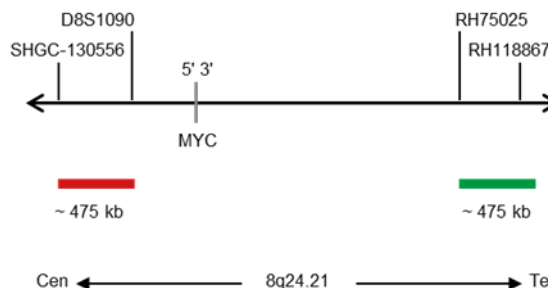

Fig. 1 : Carte de la sonde SPEC MYC (pas à l'échelle)
- Polynucléotides marqués à la digoxigénine (~0,50 ng/ $\mu$ l), qui ciblent des séquences cartographiées en 8q24.21\* (chr8:130,373,051-130,847,951) distales par rapport à la région du point de rupture MYC (voir Fig. 1).
- Polynucléotides marqués au dinitrophényle (~0,75 ng/ $\mu$ l), qui ciblent des séquences cartographiées en 8q24.21\* (chr8:127,888,765-128,363,281) proximales de la région du point de rupture MYC (voir Fig. 1).